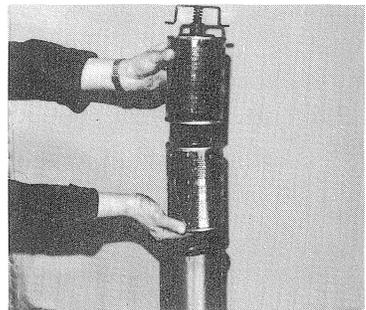

Bild 46
- Filtereinsätze (2 Stück) aus dem Gehäuseunterteil (Bild 46) ausbauen und durch neue ersetzen.